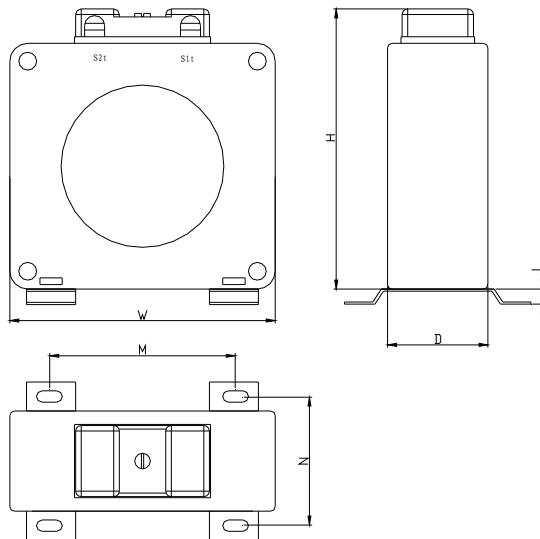
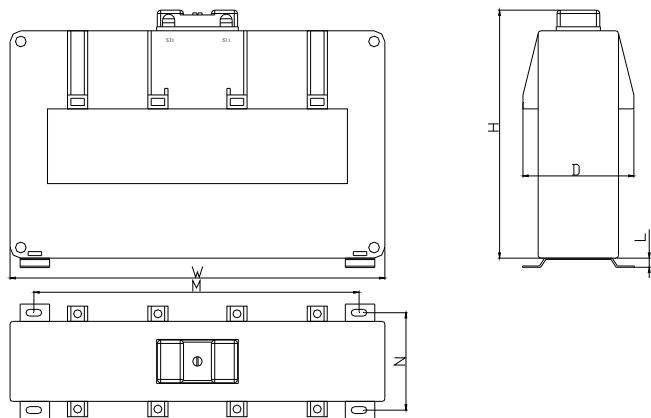
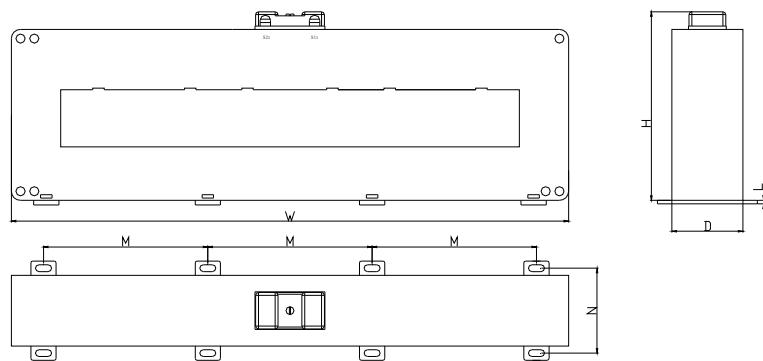
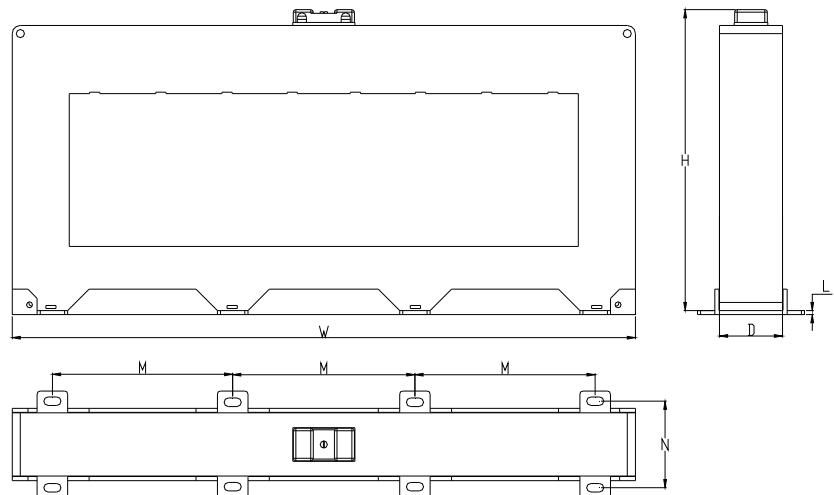

图 2.24 闭口圆孔型传感器外形示意图
图 2.25 闭口方孔型传感器外形示意图
图 2.26 闭口方孔型 (DH-GSTN5600/40F) 剩余电流传感器外形示意图
图 2.27 闭口方孔型 (DH-GSTN5600/50F) 剩余电流传感器外形示意图
3.3.2 闭口圆孔型传感器外形示意图如图 2.24 所示, 闭口方孔型传感器外形示意图如图 2.25、图 2.26 和图 2.27 所示, 所示参数见表 2.9